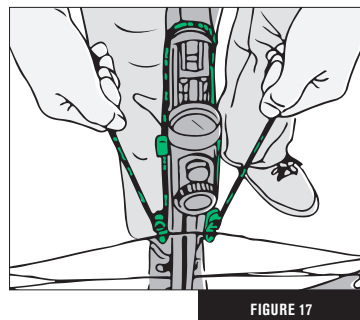

FIGURE 17
- Tire simultáneamente de ambos mangos en T, atrayendo suavemente la cuerda de la ballesta hacia atrás debajo del muelle de retención de la saeta y al interior de la apertura para la cuerda del mecanismo del gatillo. La tensión conservará los ganchos de amartillado contra el riel si se hace correctamente (Fig. 17).
5. Agarre la flecha cerca de su punta en el extremo opuesto del emplumado. La ballesta puede cargarse manteniendo las manos y todas las partes del cuerpo fuera del trayecto de la cuerda del arco y en el área de carga segura (Fig. 17). Mantenga en todo momento las manos, los dedos y todas las demás partes del cuerpo fuera del trayecto del recorrido de la cuerda y los cables. La ballesta está diseñada de modo que el usuario nunca necesite colocar una parte del cuerpo en el camino de la cuerda de la ballesta. No respetar esta advertencia puede ocasionar lesiones graves o la muerte.